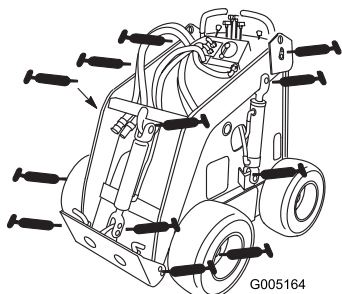
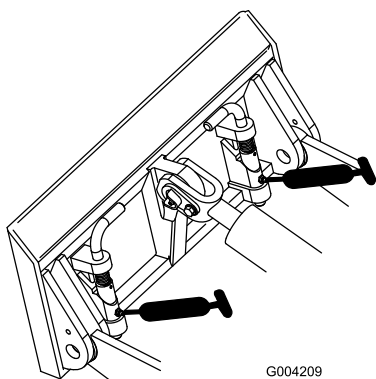

Figura 15
Figura 16
3. Conecte una pistola de engrasar a cada punto de engrase (Figura 15 y Figura 16).